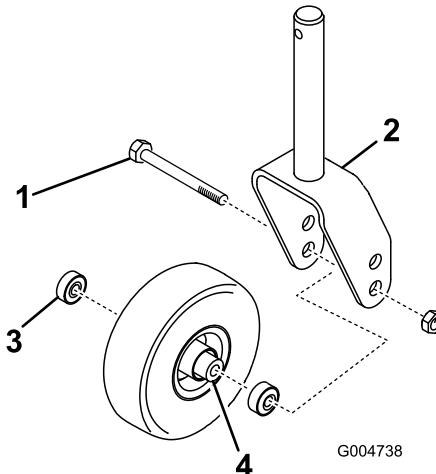
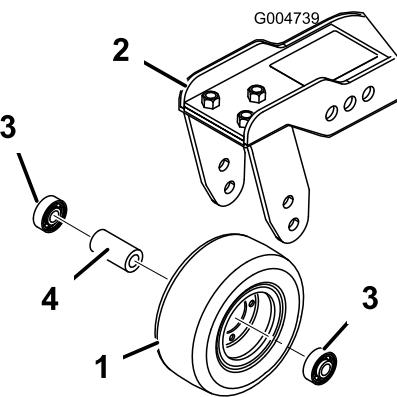

Figure 78
Figure 79
1. Retirez le contre-écrou du boulon vis de fixation de l'ensemble roue pivotante entre la fourche (Figure 78)
ou le bras pivotant (Figure 79). Maintenez la roue pivotante et sortez le boulon de la fourche ou du bras pivotant.
2. Enlevez le roulement du moyeu de la roue et laissez tomber la douille d'écartement à l'extérieur (Figure 78 et Figure 79). Enlevez le roulement de l'autre côté du moyeu.